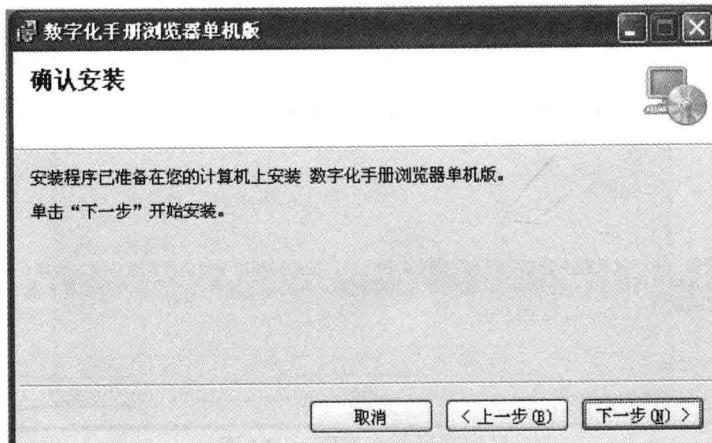

图 1-6 “确认安装”窗口
6) 在图 1-6 所示的“确认安装”窗口中，用户可单击“上一步”按钮返回上一步骤，重新调整安装文件夹，或单击“下一步”按钮开始安装。